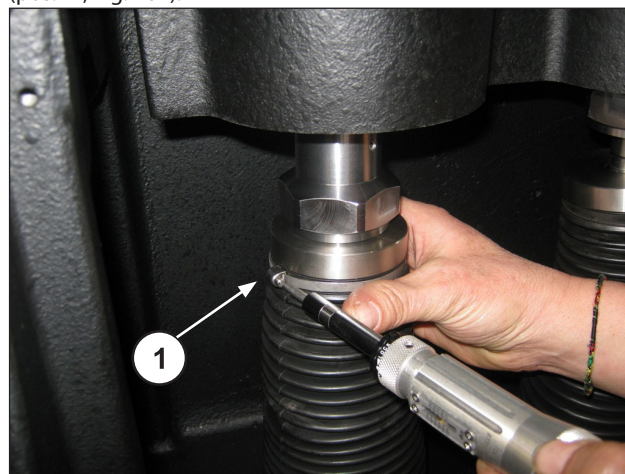

Fig. 164
Antes de colocar el fuelle en la protección contra las salpicaduras y de apretar la abrazadera que fija el fuelle a la protección, es necesario montar la cabeza y **fijar el pistón** (pos. ①, Fig. 164).